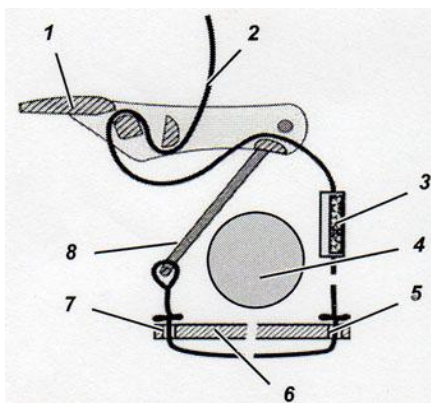

Fig.34 – Tira Curta do Cilindro
- (1) Rosqueie a tira do cilindro (→ Fig.34) primeiro, através do orifício na placa de transporte (no lado direito do transportador do equipamento), então, através do orifício esquerdo na placa de transporte e então através do suporte do cilindro – alinhe o suporte do cilindro verticalmente.
- (2) Empurre a tira de Velcro na tira do cilindro com a lateral felpuda voltada para fora.